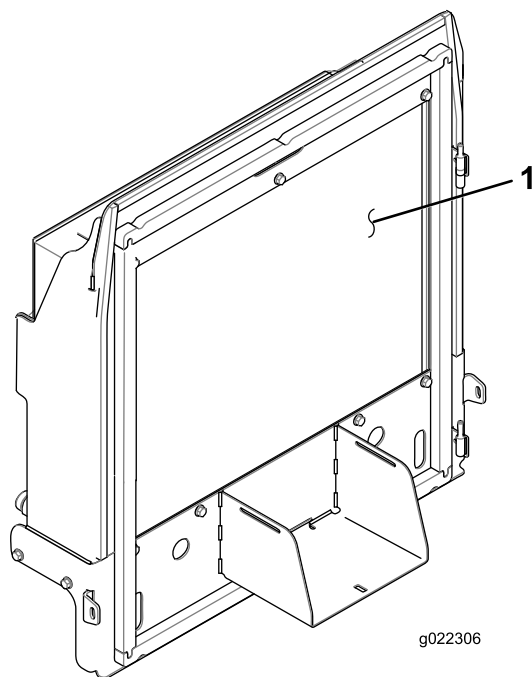

Figure 69
4. Nettoyez soigneusement les deux côtés du radiateur et du refroidisseur d'huile (Figure 69) à l'air comprimé.